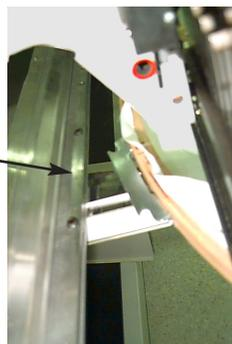

Abbildung 2-13
4. Entlang des X-Wagens (hinter dem Nadelgehäuse) befinden sich die Befestigungsstellen für die Flachrahmen. Die Befestigungsschellen an der Stickmaschinen sind gefedert, deshalb sollte die rechte Seite der Rahmenschellen (wenn Sie vor der Maschine stehen) zuerst eingesetzt werden, dann leicht nach rechts schieben (um die gefederte Schelle zu bewegen). Als nächstes die linke Seite der Rahmenschellen einsetzen. Siehe Abb. 2-13 und 2-14.